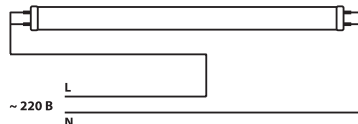

Рис. 3
**Внимание!** Светильники DSP-04S-R предназначены для использования со светодиодными лампами Т8 сетевого напряжения 176–264 В (в комплект не входят). Необходимо использовать лампы с подключением питания с двух сторон, согласно Рис.3.